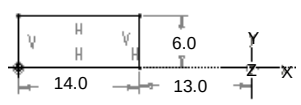

图 4.2.15 第二个截面
(3) 创建第二个截面。在系统 **给截面2 输入 x_axis旋转角度 (范围:+-120)** 的提示下，输入角度值 100.0 后按回车键；在 **给截面2 输入 y_axis旋转角度 (范围:+-120)** 的提示下，输入角度值 30.0 后按回车键；在 **给截面2 输入 z_axis旋转角度 (范围:+-120)** 的提示下，输入角度值 100.0 后按回车键；绘制图 4.2.15 所示的截面图形（需先创建坐标系），单击“确定”按钮 **✓**。